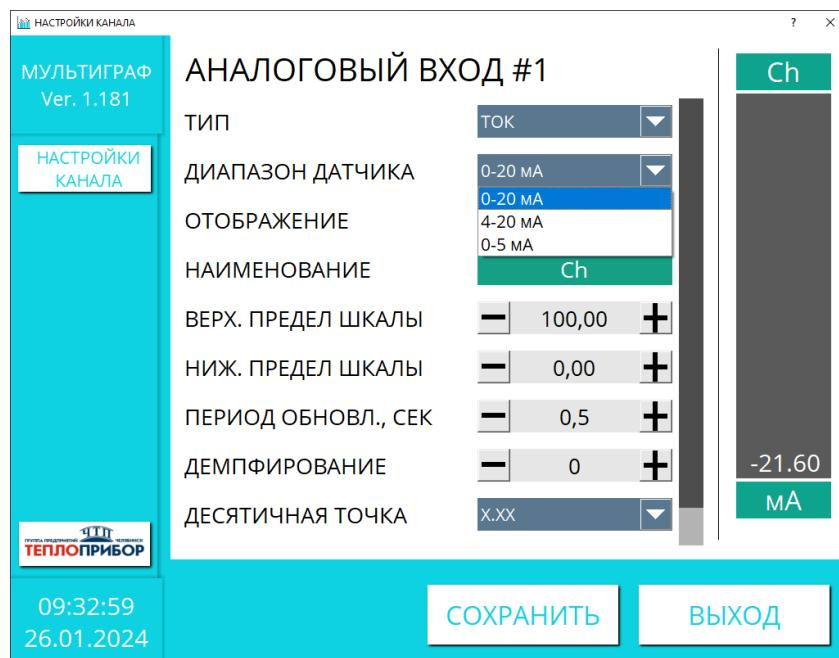

Рисунок 2.10 – Параметры настройки входа токового сигнала
- 1) При измерении тока, доступны следующие диапазоны измерения: 0 – 20 мА, 4 – 20 мА, 0 – 5 мА (рис. 2.10);